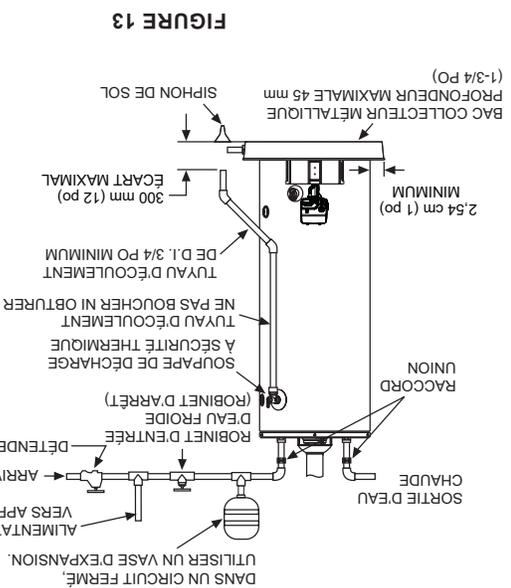

FIGURE 13
La tuyauterie, les raccords et les robinets doivent être installés conformément aux dessins d'installation (Figure 13). Si l'espace d'installation intérieure est sujet au gel, la tuyauterie d'eau doit être isolée.
1. Poser la tuyauterie et les raccords d'eau comme illustré à la Figure 13. Brancher l'arrivée d'eau froide (3/4 po NPT) sur le raccord d'entrée d'eau froide. Brancher l'arrivée d'eau chaude (3/4 po NPT) sur le raccord la sortie d'eau chaude.